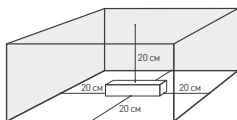
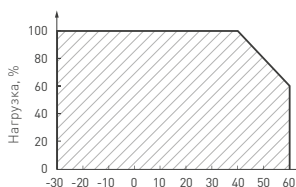

Рис. 5. Свободное пространство вокруг источника
Рис. 6. Максимальная допустимая нагрузка, % от мощности источника
- температура окружающего воздуха от -30 до +60 °С, см. график зависимости максимально допустимой нагрузки на блок питания от температуры окружающей среды на рис. 6;
- 4.3. Для естественной вентиляции обеспечьте не менее 20 см свободного пространства вокруг источника питания, как изображено на рис. 5. При невозможности обеспечить свободное пространство используйте принудительную вентиляцию. В случае установки в ограниченном пространстве (например, лайтбокс или профиль) предусмотрите обеспечение требуемого температурного режима источника питания согласно рис. 6.
- 4.4. Не нагружайте источник питания более 80% от его максимальной мощности. Учитывайте, что с повышением температуры окружающей среды максимальная мощность источника питания снижается, см. график зависимости максимальной допустимой нагрузки на блок питания от температуры окружающей среды на рис. 6.